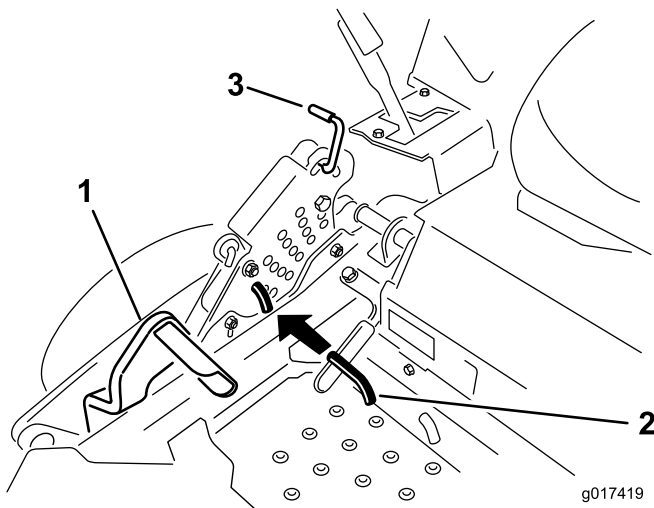

Figure 25
2. Appuyez sur la pédale de relevage du plateau de coupe avec le pied et relevez le plateau en position de transport (qui est aussi la position de hauteur de coupe de 140 mm) (Figure 25).
3. Pour changer de hauteur de coupe, tournez la goupille de 90 degrés retirez-la du support de hauteur de coupe (Figure 25).
4. Placez l'axe de chape dans le trou du support correspondant à la hauteur de coupe voulue (Figure 25).